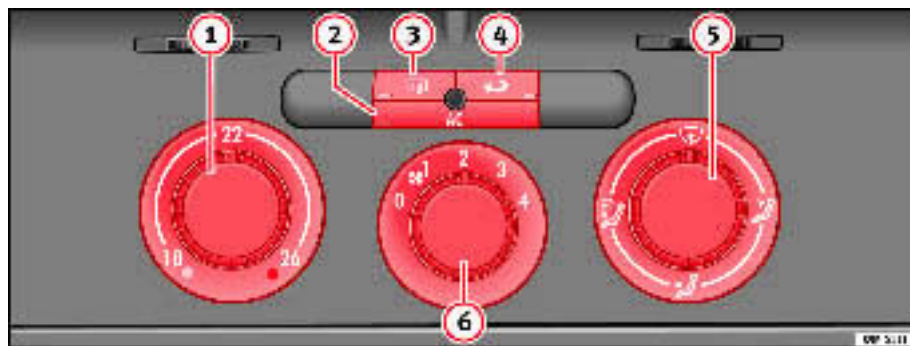

Fig. 127 Sur le tableau de bord : éléments de commande du Climatic
– Les régulateurs ⇒ fig. 127 ① et ⑤ et la commande ⑥ permettent de régler la température, la distribution de l'air et la vitesse de la turbine.
– Appuyez sur l'une des touches ②, ③ ou ④ pour activer ou désactiver la fonction correspondante. Quand la fonction est active, le rectangle situé sur le coin inférieur de la touche s'allume.
① Régulateur de température ⇒ page 161
② Touche – Allumer éteindre le système de réfrigération ⇒ page 161
③ Touche – Dégivrage glace AR Environ 20 minutes après son activation, le dégivrage s'arrête automatiquement. Vous pouvez la désactiver plus tôt en appuyant sur la touche
④ Touche – Recyclage de l'air ⇒ page 163
⑤ Régulateur de répartition de l'air ⇒ page 161
⑥ Commande de soufflante. Le débit d'air peut être réglé sur quatre vitesses. Lorsque le véhicule roule lentement, laissez toujours tourner la soufflante à petite vitesse. ▶
⇒ page 160, fig. 127 .